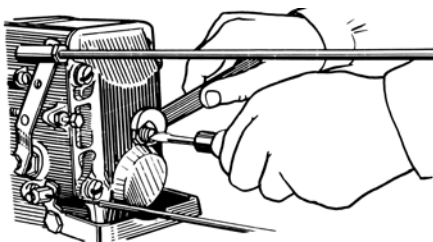

Рис. 22. Вывертывание корпуса буферной пружины
– ослабив контргайку, вывернуть корпус буферной пружины на 2 - 3 мм (рис. 22);